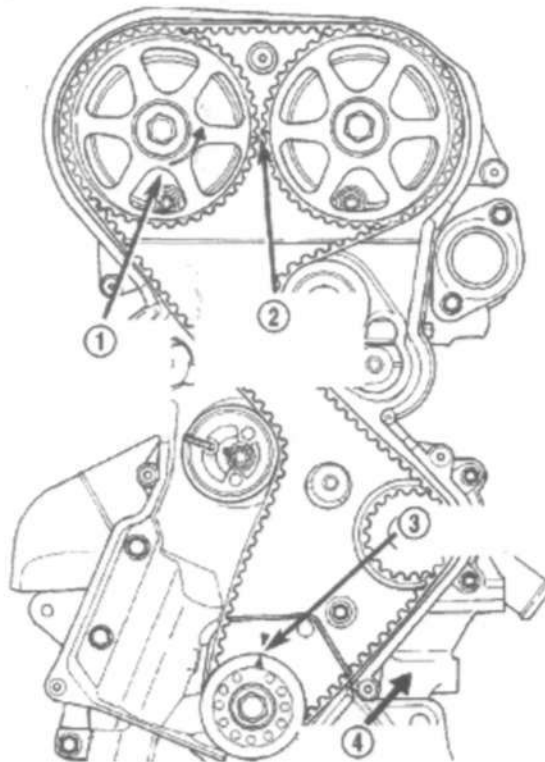

Рис. 107. Ремень ГРМ, типовая установка.
(3) Установить ремень ГРМ. Начинать установку на коленчатом вале, затем – вокруг звездочки водяного насоса, промежуточного шкива, звездочек распредвала и далее – вокруг натяжителя (Рис.107).
(4) Сдвинуть звездочку распредвала выпускных клапанов против часовой стрелки (Рис.107), совместив метки, и выбрать слабинку ремня.